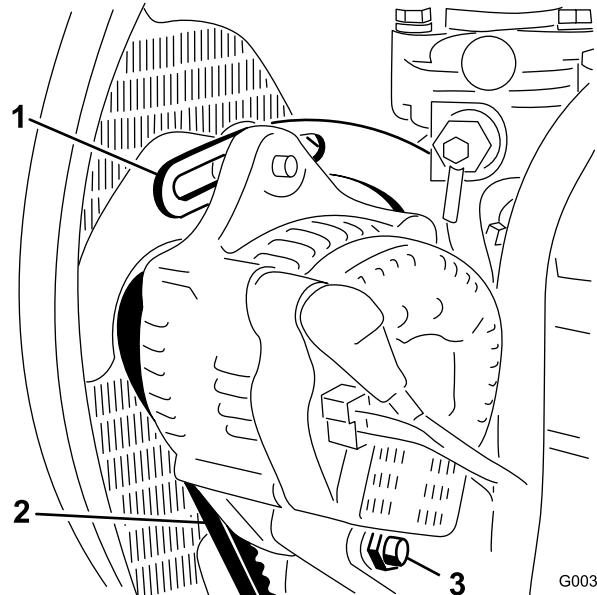

图67
2. 检查交流发电机皮带张紧力的方法：使用 10kg 的力按压交流发电机和曲轴箱皮带轮之间的皮带（图67）中间位置。
3. 松开将皮带环形支架固定到发动机（图67）的螺栓，以及将交流发电机固定到皮带环形支架上的螺栓和枢轴螺栓。